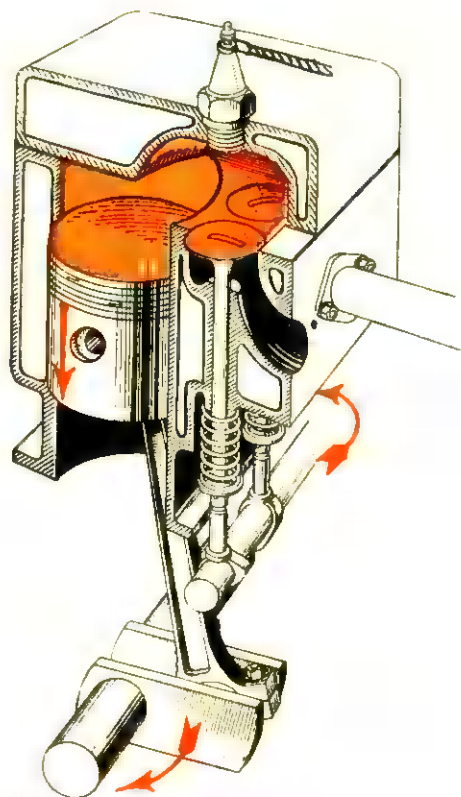

Рис. 6. Рабочий сув.
3. **Сує робочий (експансія).** Сила вибуху спихає толок вниз, і за посередництвом хитуна обертає колінчастий вал так, що дальший оборот корбою є  потрібний (рис. 6). Толок доходить до долішнього мертвого положення, а вихлипний  відчиняється.